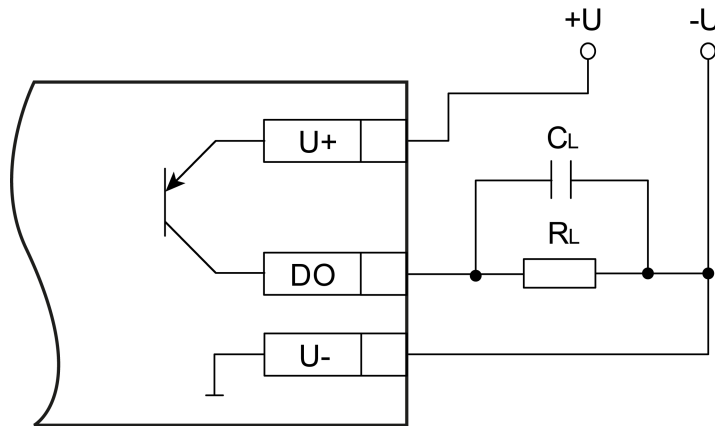

Abb. 4.2 Ausgangsbeschaltung im High-Side-Schaltmodus
- High-Side Schalter (Abb. 4.2) — zum Schalten von Lasten mit geringerer Kapazität und höherem Strom